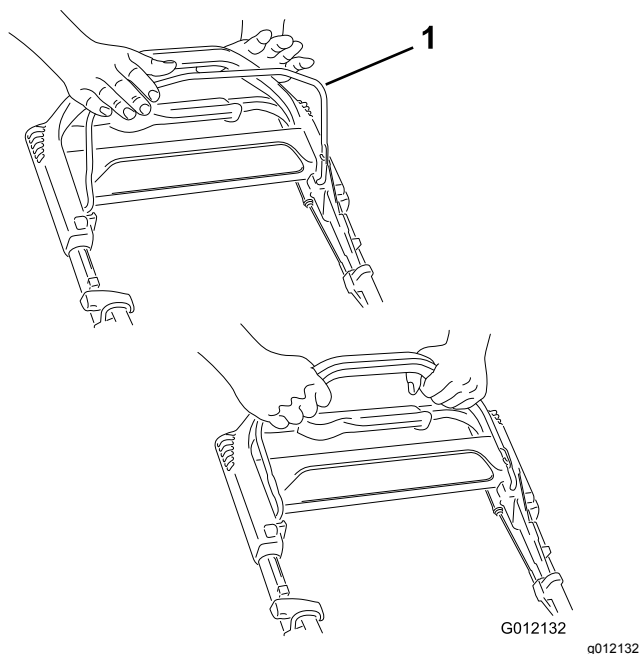

Figure 15
1. Serrez et maintenez la barre de commande de la lame contre le guidon (Figure 15).